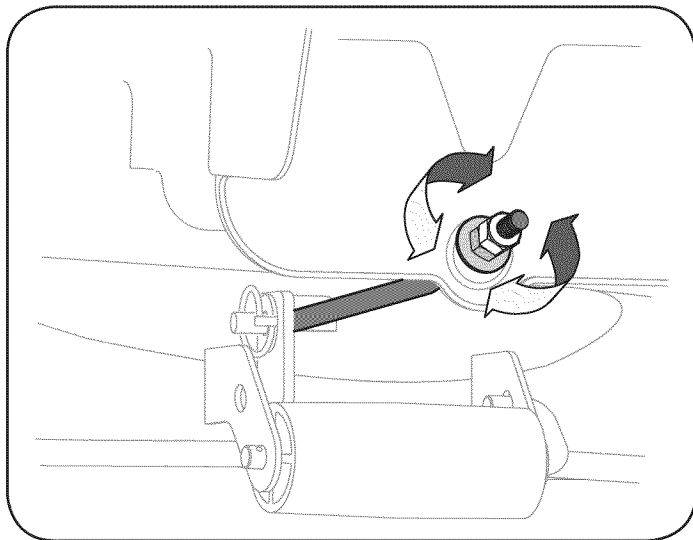

Figura 23
1. Afloje (enrosque hacia afuera) la contratuerca hexagonal sobre el extremo de la varilla de suspensión de la plataforma. Vea la Figura 23.
3. Para *bajarla* parte frontal de la plataforma, afloje (rosca hacia afuera) cada tuerca hexagonal, alejándola de la ménsula de suspensión frontal. Vea la Figura 23.